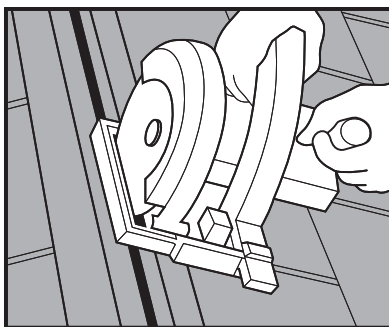

Fig. 6
1. Use a chalk line to mark out the slot areas to be cut. Cut the ventilation slot openings according to the instructions above. Remove debris from the slot. **See Fig. 6.**
1. Use una línea de tiza para marcar las áreas de ranura que se van a cortar. Corte las aberturas de la ranura de ventilación de acuerdo con las instrucciones anteriores. Limpie los residuos del revestimiento de la ranura. **Consulte la Fig. 6.**